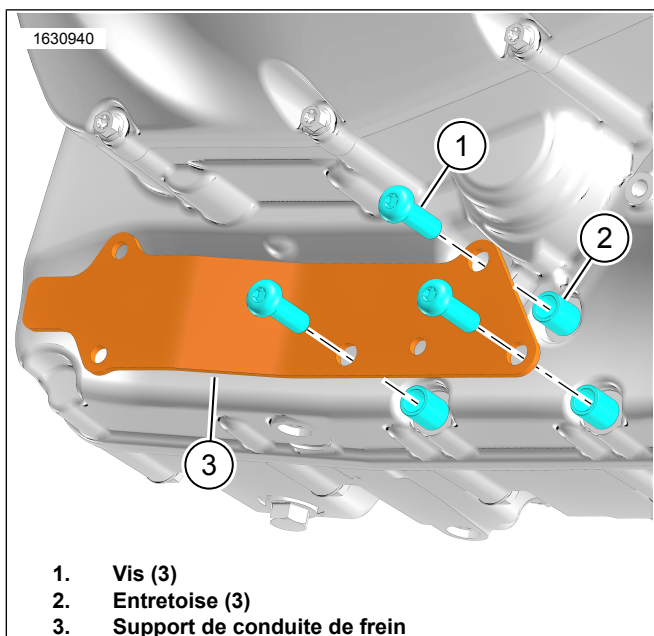

Figure 16. Support de conduite de frein
6. Voir la figure 16. Installer le support de la conduite de frein (3).
7. Appliquer du frein filet sur les vis (2).